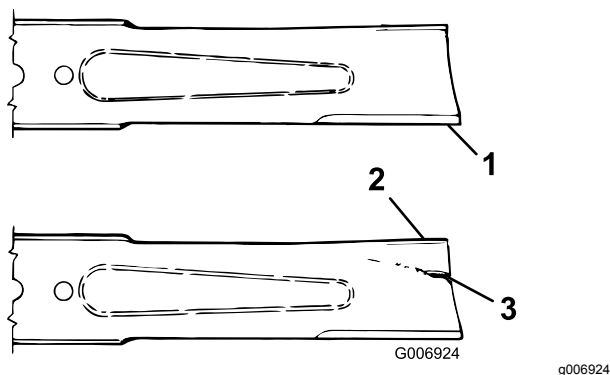

Figura 97
3. Examine cuidadosamente as extremidades da lâmina, prestando especial atenção à zona onde se encontram as partes curvas e planas da lâmina (Figura 97).
4. Se verificar que esta zona se encontra desgastada (Figura 97), substitua a lâmina; consulte Manutenção da plaina da lâmina (página 66).